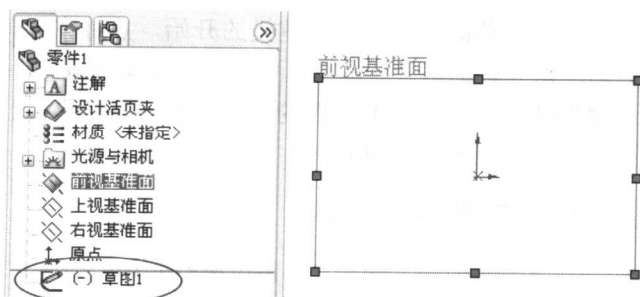

图 1-3 进入草图绘制
(3) 进入草图绘制。单击“草图”工具栏中的“草图绘制”按钮, 或选择菜单命令“插入”|“草图绘制”, 进入草图绘制, 如图 1-3 所示。